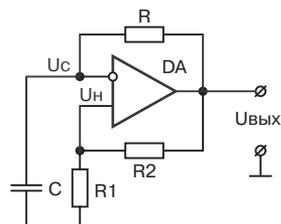

Рис. 2.40. Схема симметричного мультивибратора
**Мультивибраторы** — это генераторы сигналов прямоугольной формы. Мультивибратор, в подавляющем большинстве случаев, выполняет функцию задающего генератора, формирующего запускающие входные импульсы для последующих узлов и блоков в системе импульсного или цифрового действия. На рис. 2.40 приведена схема симметричного мультивибратора на ИОУ.